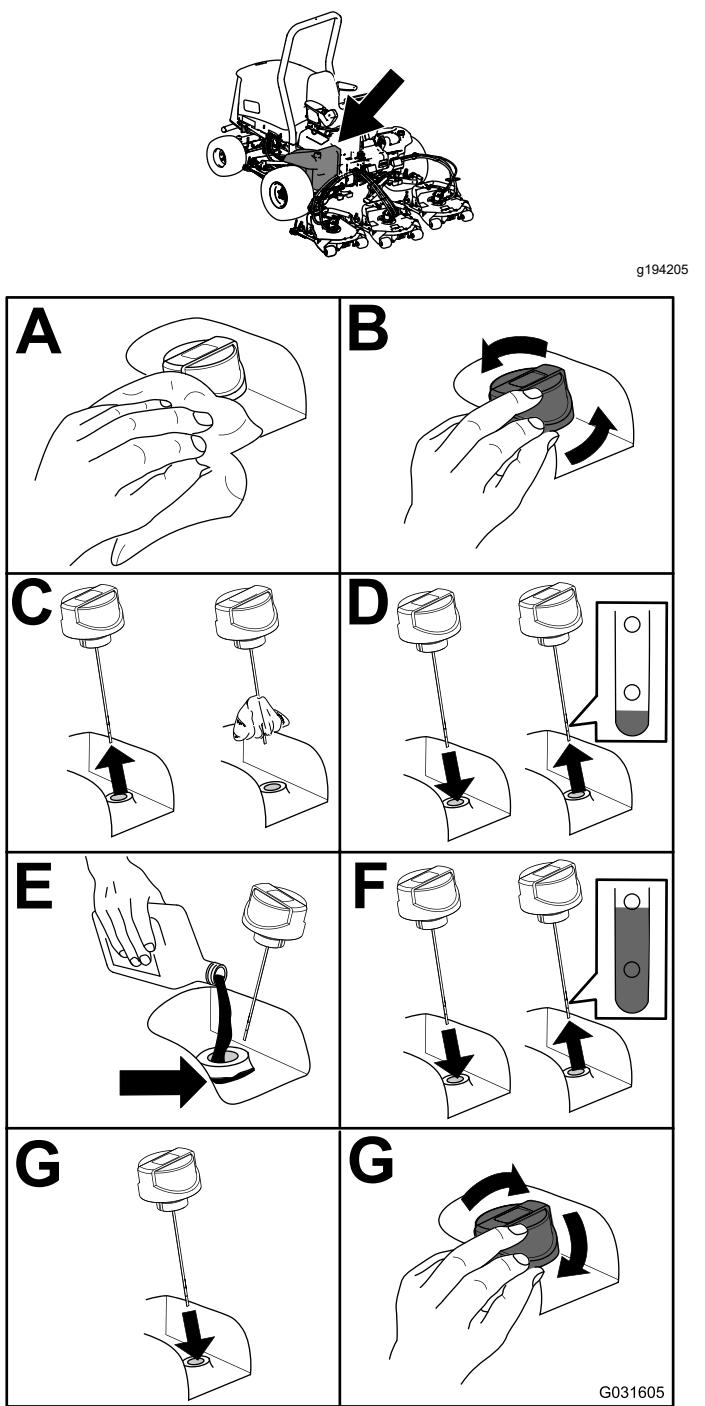

Figure 57
2. Contrôlez le niveau de liquide hydraulique (Figure 57).
5. Remplissez le réservoir de liquide hydraulique (Figure 57).